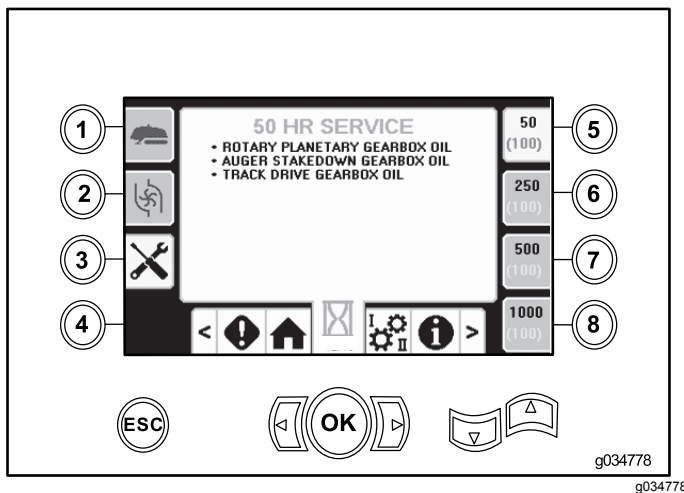

Bild 43
- Taste 5: Wartungsplan mit 50 Stunden (Bild 43)